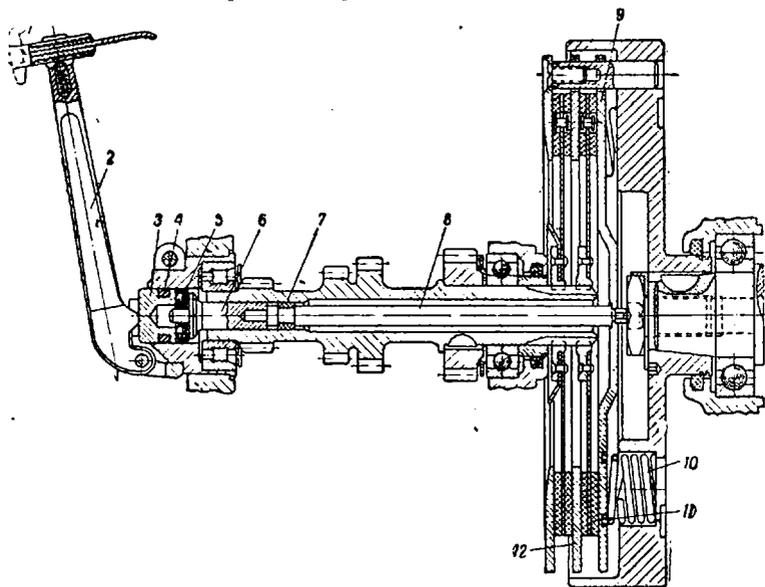

Рис. 21. Механизм выключения сцепления:
**Механизм выключения сцепления (рис. 21).** Этот механизм состоит из штока, наконечника штока, нажимного подшипника, ползуна и рычага выключения сцепления.